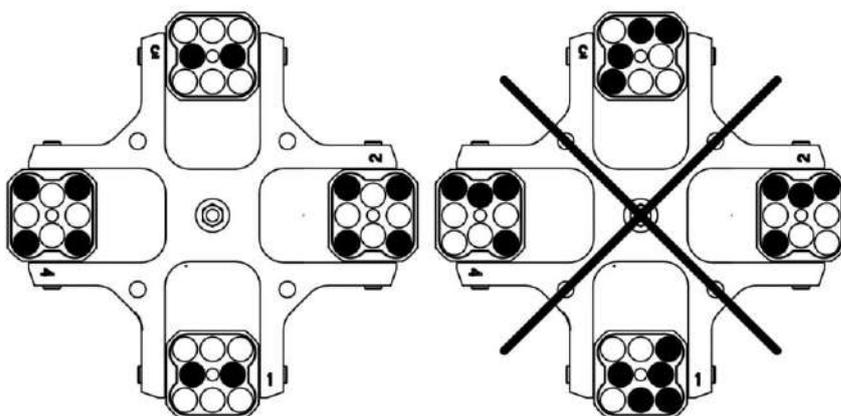
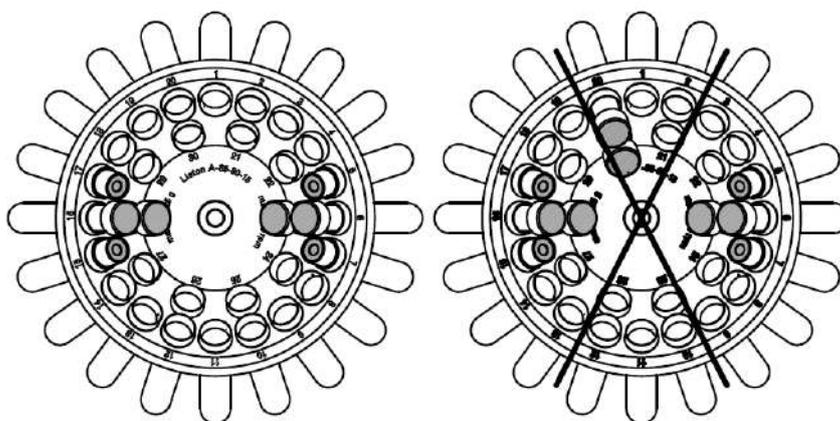
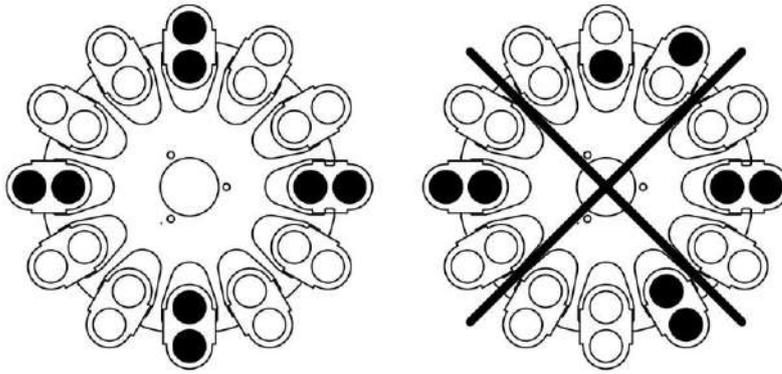

Рис. 6 Схема загрузки универсальных роторов-крестовин
Рис. 7 Схема загрузки угловых роторов.
Рис. 8 Схема загрузки бакет-роторов.
- установите пробирки в ротор согласно Рис. 6, Рис. 7 или Рис. 8 (в зависимости от вашего типа ротора);